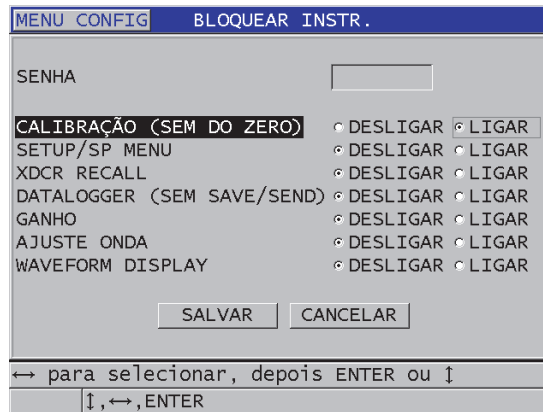

Figura 8-9 Tela BLOQUEAR INSTR.
3. Na tela **BLOQUEAR INSTR.** (veja Figura 8-9 na página 139):